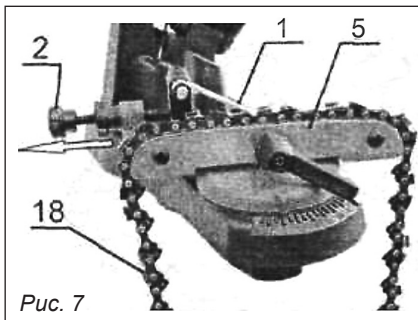

Рис. 7
- Поднимите упор 1 (рис. 7) и уложите цепь 18 в направляющие 5.